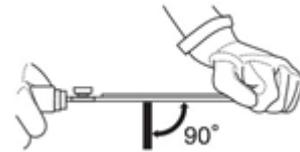

Fig. 24
3. Tenere la lima in senso orizzontale (Fig. 24).